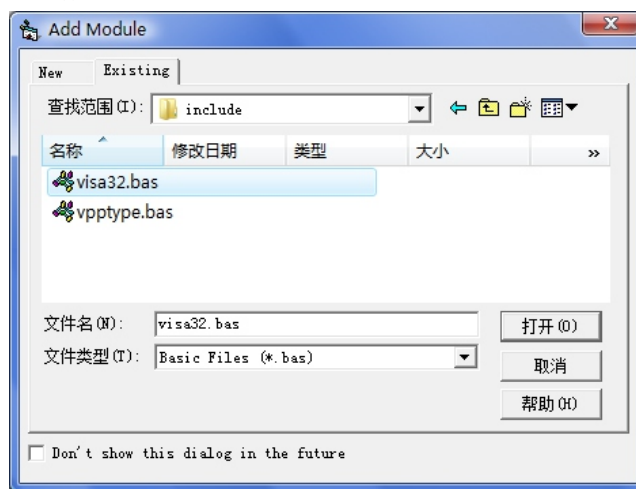

图 4-2-1
2. 打开 Project>Add Module 的 Existing选项卡，打开 NI-VISA 安装路径下 C:\Program Files\IVI Foundation\VISA\WinNT\include文件夹中的 visa32.bas文件并添加。如图 4-2-1 所示。